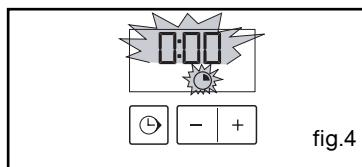

fig.4
- de indicator van de bakduur en 0:00 knipperen (fig.4).